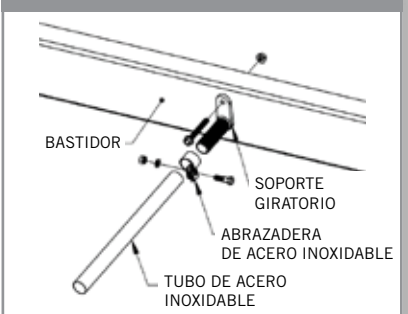

FIGURA 9
- Coloque la tapa de poliéster (10003106A) en el extremo del tubo de acero inoxidable. **(Ver la Figura 9)**